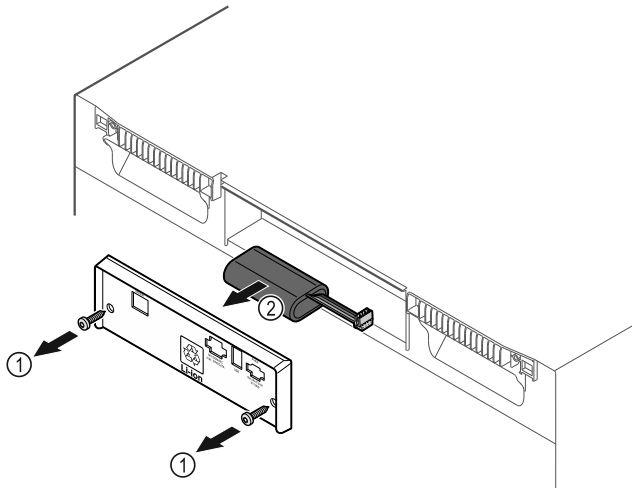

Fig. 174
- ▶ Schrauben herausdrehen und Abdeckung auf der Rückseite des Gerätes entfernen Fig. 174 (1).
- ▶ Batterie abstecken und herausnehmen Fig. 174 (2).